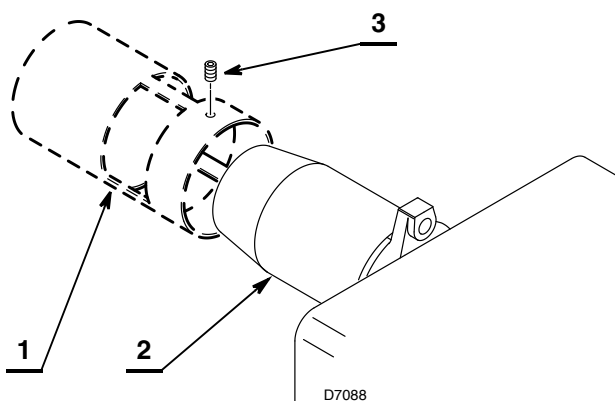

Abb. 6
- falls notwendig das Rezirkulationsrohr 1) (Abb. 6) an dem Brennerrohr 2) montieren und mit der Schraube 3) befestigen.